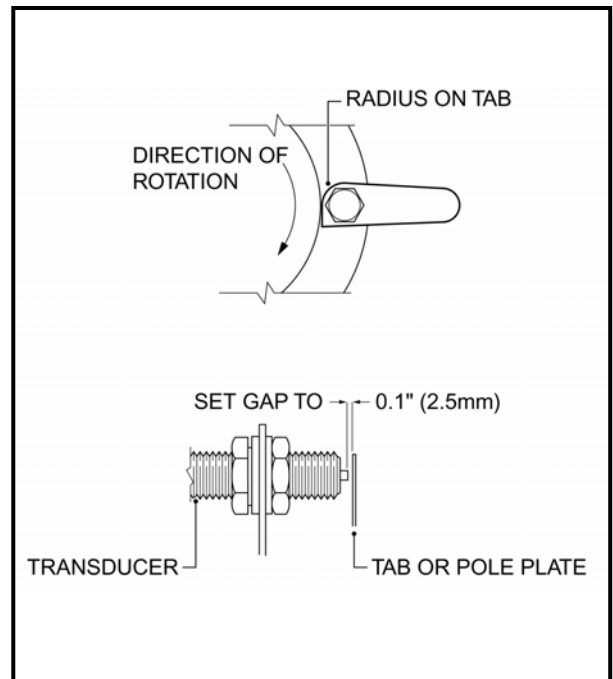

Fig. 8 – Ajuste do transdutor
Instale uma placa acionadora sob cada um dos parafusos de fixação das metades dos cubos do atomizador, em substituição à arruela ali existente. Assegure-se de que o chanfrado existente na base da placa fique posicionado de forma a permitir que a placa se mova para trás se porventura ela tocar no transdutor quando o atomizador estiver girando (veja Fig. 8).
17. Repita o passo (16) para os demais fios. Os números corretos para inserção dos pinos correspondentes a cada atomizador são mostrados na Fig. 8, a qual refere-se à parte de trás (entrada do cabo) do conector macho.
23. Selecione os outros atomizadores em seqüência e repita o passo (22) para cada um.